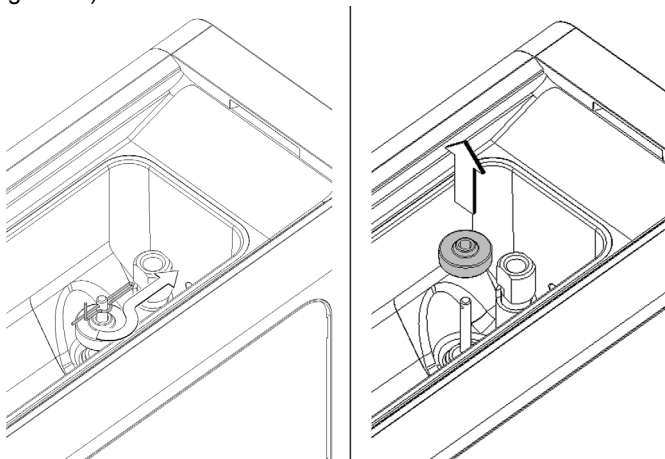

figure 17
- 3** Retirez la fourche de montage, puis le flotteur. (vedere figure 17)